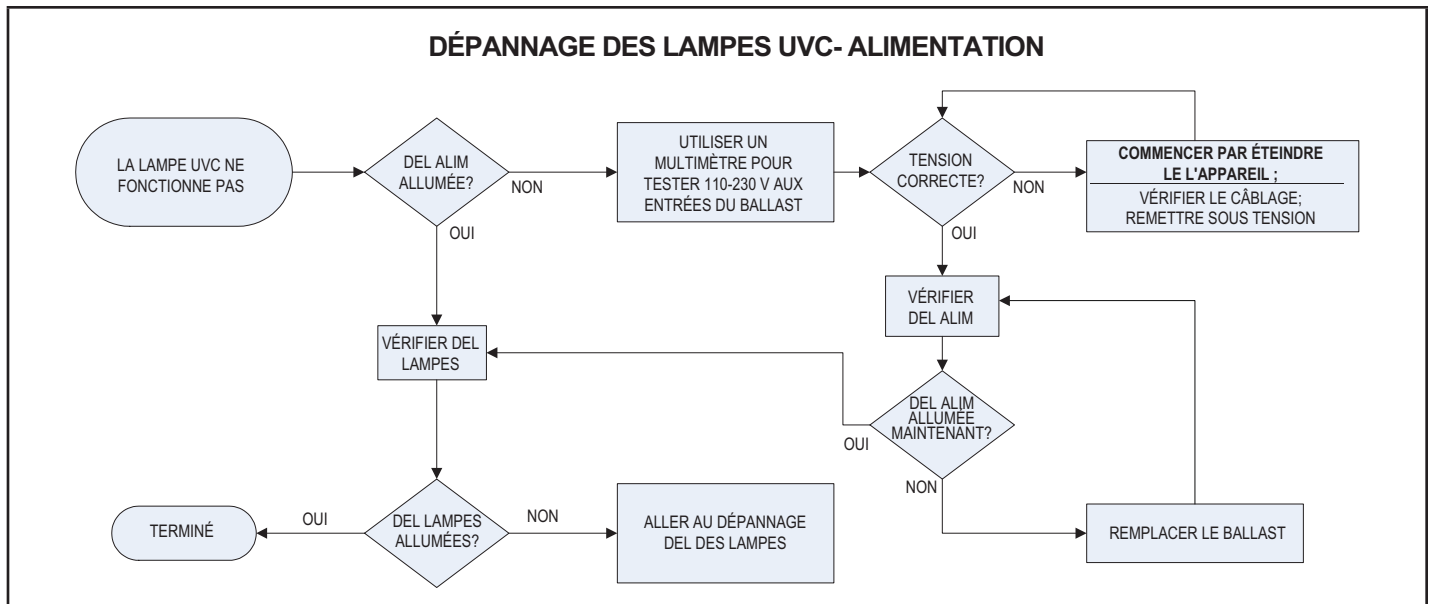
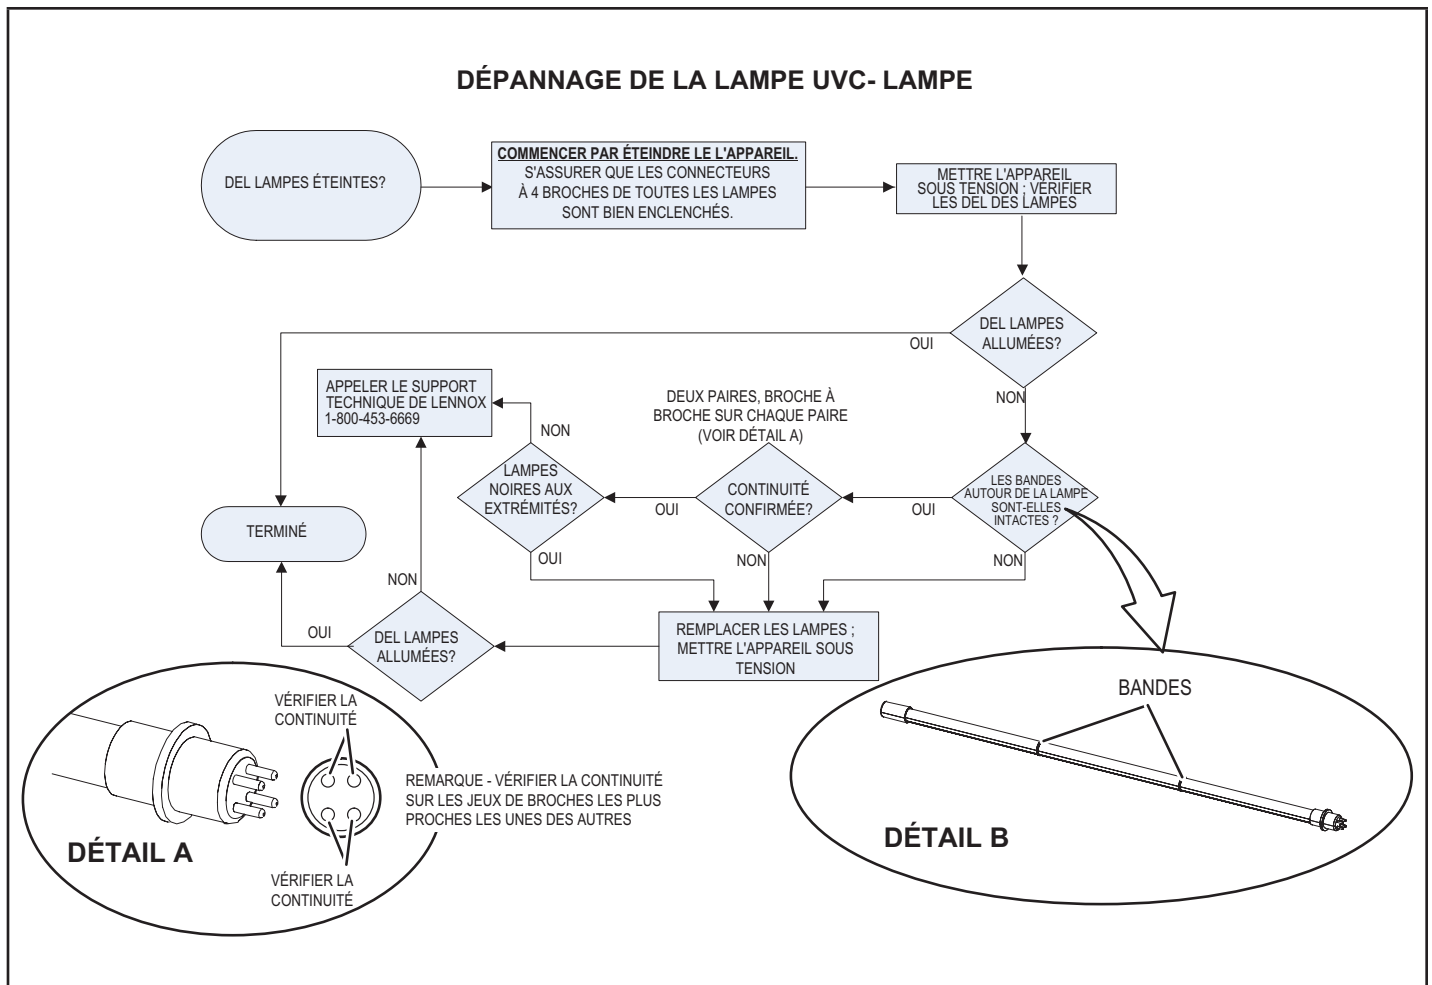

FIGURE 43
FIGURE 44
- 2 - Vérifier la continuité électrique entre les broches de la lampe pour vérifier la continuité des filaments de la lampe (voir FIGURE 44).
Des tableaux de dépannage sont fournis pour aider à déterminer la cause des problèmes rencontrés (FIGURE 43 et FIGURE 44).